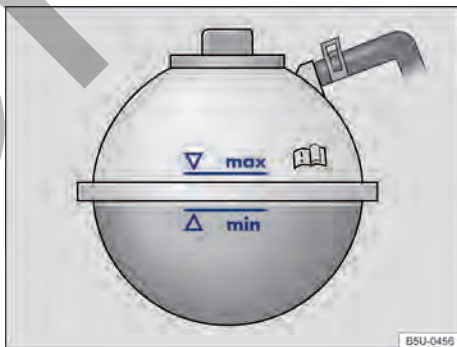

Fig. 201 En el compartimento del motor: marca en el depósito de expansión del líquido refrigerante del motor. ▶
- Con el motor frío, comprobar el nivel del líquido refrigerante del motor por la marca lateral del depósito → fig. 201.
- El nivel del líquido refrigerante del motor debe permanecer dentro de la marca del depósito → fig. 201. **¡No completar por encima de la marca "máx" → Ⓞ!**
- Completar con líquido refrigerante del motor solamente hasta la marca "máx" → fig. 201. De lo contrario, al calentarse, el líquido excedente sería expulsado del sistema de refrigeración del motor y podrá causar daños.